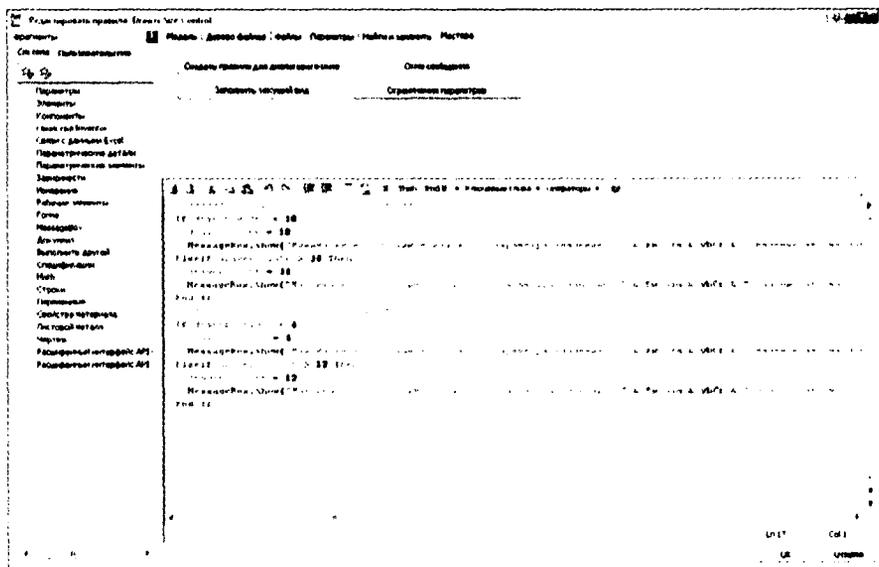

Рис. 15.27. Создание правил, ограничивающих размеры грани ящика
9. Нажмите кнопки **Применить** и **Закреть**, чтобы увидеть правило, как показано на рис. 15.27.